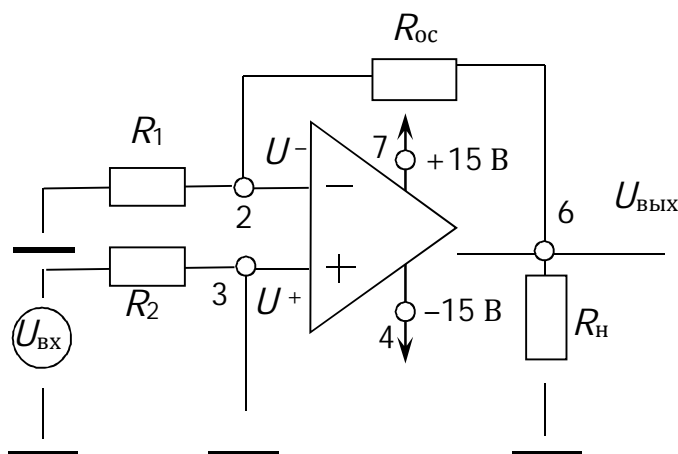

Рис. 12.12. Схема неинвертирующего усилителя с входным делителем
1. Соберите неинвертирующий усилитель, показанный на схеме рис. 12.12, используя  $R_1=10\text{ k}\Omega$ ,  $R_{oc}=24\text{ k}\Omega$ ,  $R_2=10\text{ k}\Omega$ ,  $R_3=24\text{ k}\Omega$ . Выходной сигнал генератора является входным для усилителя ( $U_{\text{ВХ}}$ ).